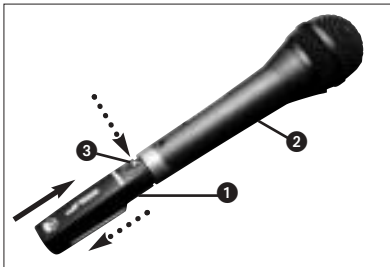

Fig. 4: Come collegare il trasmettitore al microfono e come sfilarlo dal microfono
4.2 Come inserire e sfilare il trasmettitore (vedi fig. 4)